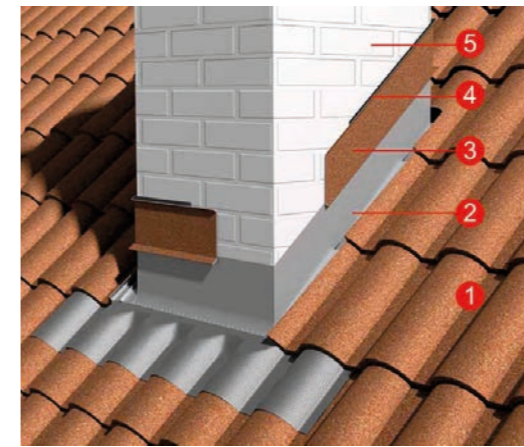

рис. 39
8.1.10. Обход дымовых труб выполняют с применением готовых окладов дымохода (рис. 39) или гибких гофрированных алюминиевых лент с полимерным покрытием (см. рис. 39).